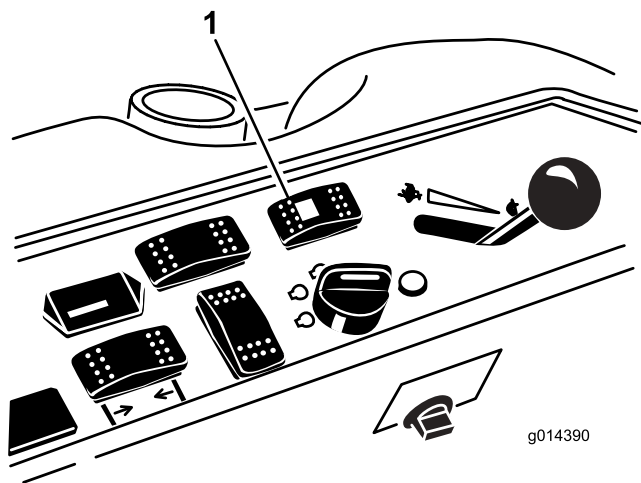

Figura 40
1. Presione el interruptor de selección de la dirección hacia atrás (dirección a cuatro ruedas) (Figura 40).